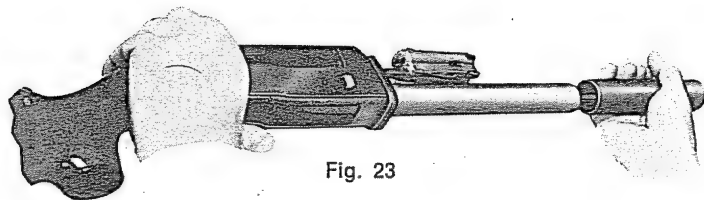

Fig. 23
- c) Ponendo il gruppo calcio culatta con la finestra di espulsione verso l'alto, con la mano destra impugnare il manicotto (tav. 2^a - P) e sfilarlo verso l'avanti, facendo fuoriuscire il gruppo otturatore dalla culatta (fig. 23).
- c — hold stock-receiver assembly with the ejection port upward, with the left hand; with the right hand grasp the action bar sleeve (P - Table 2) and slide it forward off magazine tube to withdraw the bolt assembly from the receiver (fig. 23).
- c — *tenir l'ensemble crosse-boîte de culasse avec la fenêtre d'éjection vers le haut, avec la main gauche; avec la main droite saisir le manchon du bras de commande (table 2 - pièce P) et le séparer du groupe en le tirant vers l'avant pour faire sortir le groupe culasse mobile de la boîte de culasse (fig. 23)*